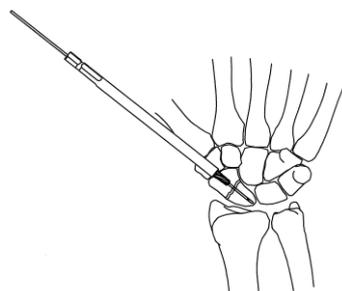

図3
- 3) コーテックスドリルにて、刺入部の皮質を開窓します。(図3)